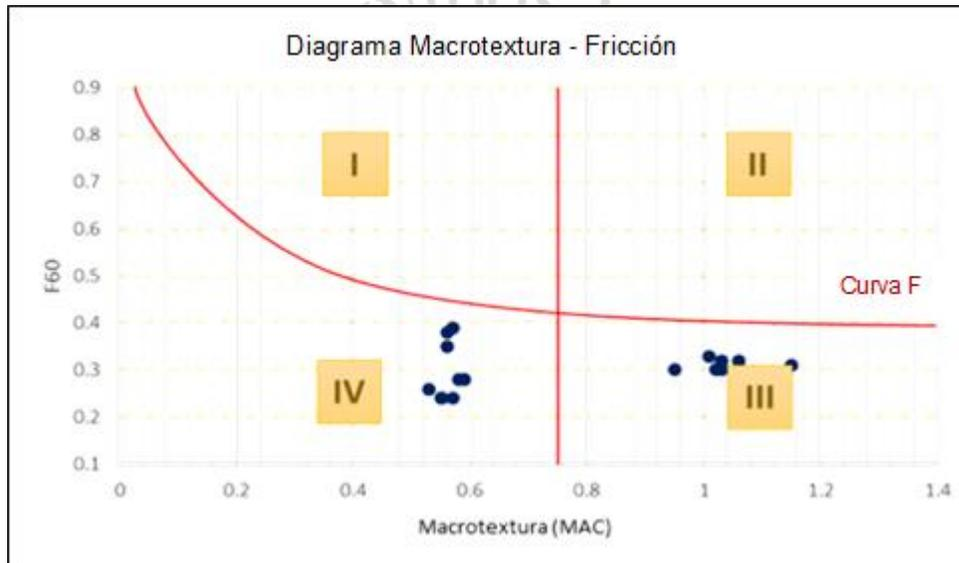

FIGURA 1.- Diagrama Macrotextura - Fricción
- D.6.2.** El diagrama de Macrotextura - Fricción es una gráfica con cuatro cuadrantes, como se muestra en la Figura 1 de este Manual. En el eje de las abscisas se ubican los valores de la profundidad media de la macrotextura (MAC) y en el eje de las ordenadas se ubican los valores del parámetro $F60$.